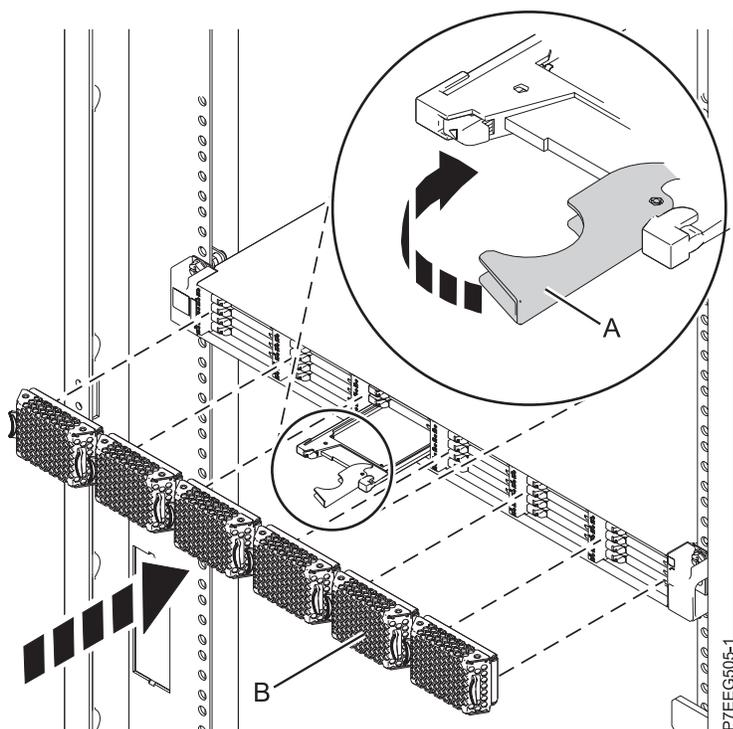

Figure 8. Installation d'une unité SSD dans le Boîtier de stockage PCIe 58/88
1. Avec la poignée en position déverrouillée, alignez l'unité SSD avec les rails de guidage dans le boîtier. Pour plus d'informations, voir figure 8.